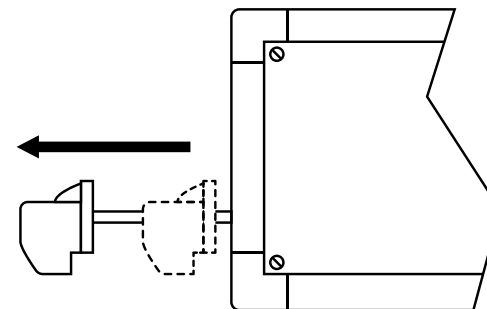

Рисунок 12
- если какое-либо средство защиты будет признано негодным, то есть, либо произойдет пробой, либо Вы сами это решите по показаниям миллиамперметра и выключите высокое напряжение, то данное средство можно отключить, чтобы продолжить испытание на другом средстве. Для этого, **ПРИ ВЫКЛЮЧЕННОМ ВЫСОКОМ НАПРЯЖЕНИИ**, потяните на себя до упора ручку управления соответствующего переключателя S1 или S2 (рисунок 12);